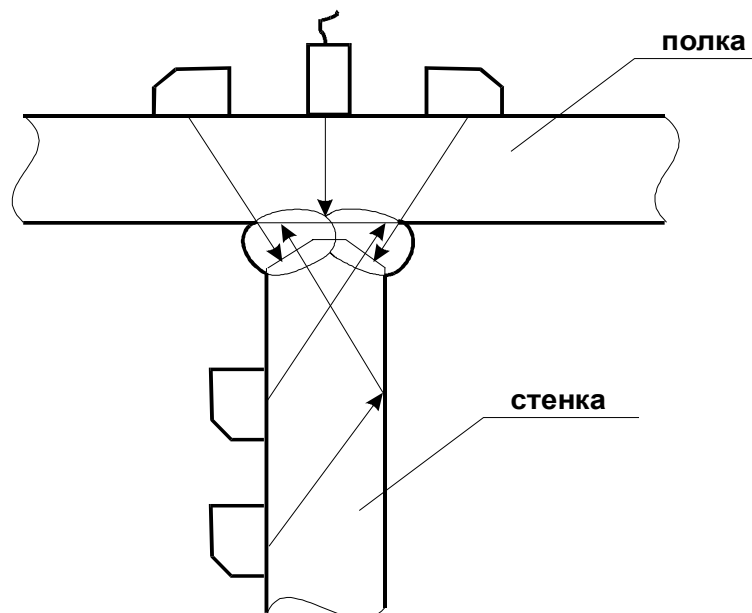

Рисунок 6.7
6.4.1 Тавровые сварные соединения могут выполняться как из плоских элементов, так и из цилиндрических (например, вварка штуцера в корпус сосуда). Наиболее типичная конструкция шва представлена на рис. 6.7. Обычно корень шва находится в центре привариваемого элемента, поэтому в этом месте наиболее часто встречаются дефекты типа непровара, несплавления.
6.4.2 Схема контроля выбирается из условий доступности контроля и полного прозвучивания наплавленного металла. Предпочтительные схемы контроля показаны на рис. 6.7.
6.4.5 При контроле тавровых соединений плоских элементов с К-образной разделкой и без нее, но с полным проплавлением, прежде всего начинают поиск непровара в корне шва наклонным ПЭП прямым и однократно отраженным лучом, а также прямым совмещенным и РС ПЭП, установленными на наружной поверхности полки (см. рис. 6.7). При отсутствии непровара нижняя часть шва (относительно расположения ПЭП) контролируется прямым лучом, а верхняя - однократно отраженным - при сканировании ПЭП по стенке.